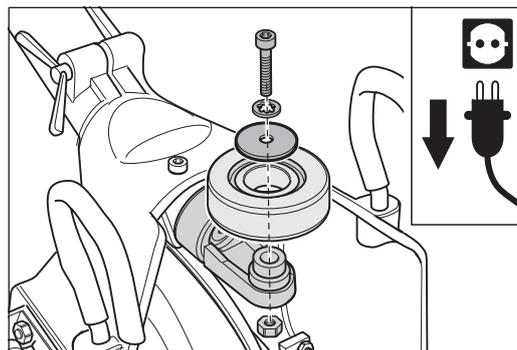

Abb. 51 Entfernen der Schraube mit den Scheiben und der Mutter in der Mitte des Rades und abnehmen des Hinterrades. Zusammenbau in umgekehrter Reihenfolge.
- 4 Lösen Sie die Schraube in der Mitte des Hinterrades und entfernen Sie die Schraube, die Scheiben und die Mutter (Abb. 51). Achten Sie darauf, dass Sie die Mutter nicht verlieren.